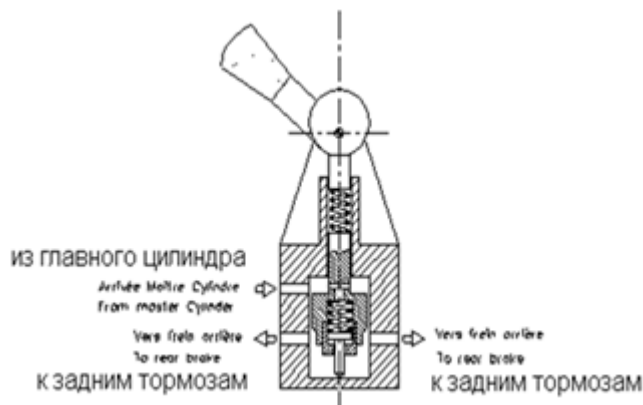

Рис.12.
10.1.2. Разрешено использование регулятора давления в заднем тормозном контуре, управляемого пилотом вручную без какой-либо промежуточной системы (Рис.12).